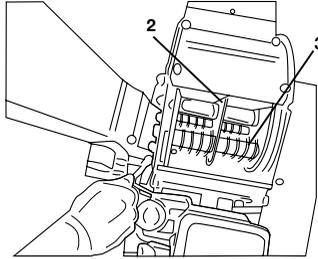

Figura 2
Ahora gire el rotor (2) con la mano y asegúrese de que la cuchilla (3) del disco del rotor no patine contra la contra-cuchilla en la tova lateral (véase la Figura 2).